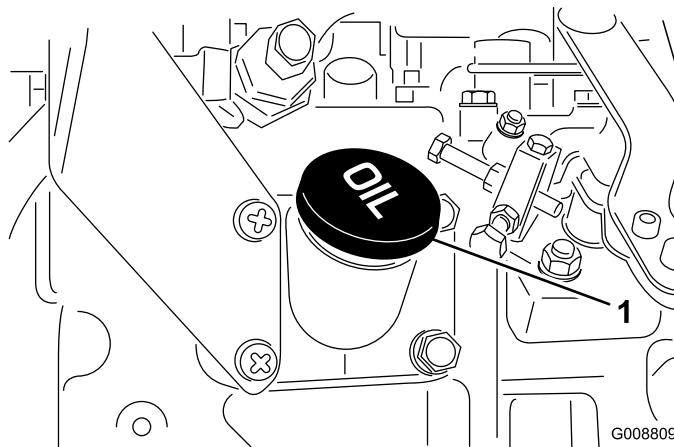

Figure 9
4. Si le niveau n'atteint pas le repère du plein, enlevez le bouchon de remplissage (Figure 9) et faites l'appoint jusqu'à ce que le niveau correct soit atteint. **Ne remplissez pas excessivement.**